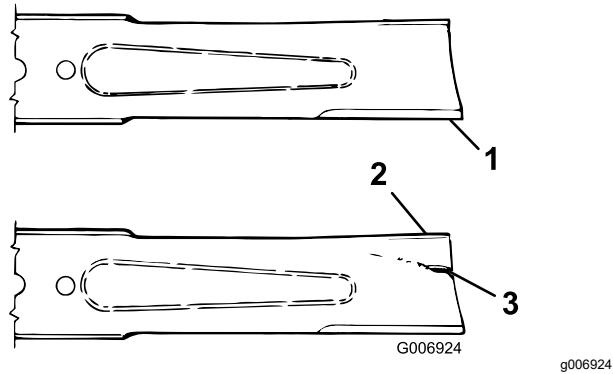

Figura 102
3. Verificate accuratamente i taglienti, con particolare attenzione ai punti d'incontro delle sezioni piatta e curva della lama (Figura 102).
4. Se riscontrate segni di usura (Figura 102), sostituite la lama; fate riferimento a Revisione della lama (pagina 70).
Se continuate ad usare la lama usurata, si forma una scanalatura tra la costa e la sezione piatta della lama (Figura 102). Alla fine, un pezzo di lama può staccarsi e venire lanciato dal sottoscocca, con il rischio di ferire gravemente voi o gli astanti.